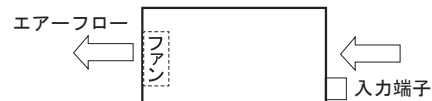
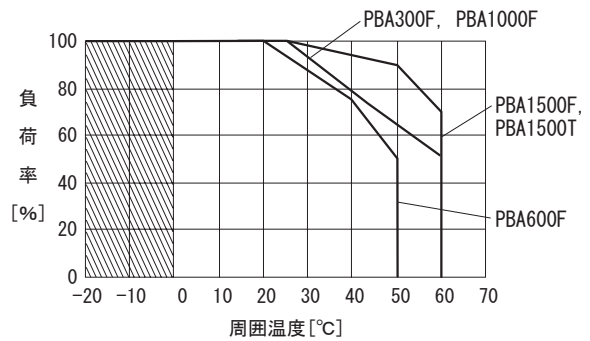

図 7.2 エアフロー (-F3)
図 7.3 動作周囲温度によるディレーティング特性 (-F3)
- ・ 標準品との相違点は図 7.2、図 7.3 の通りです。